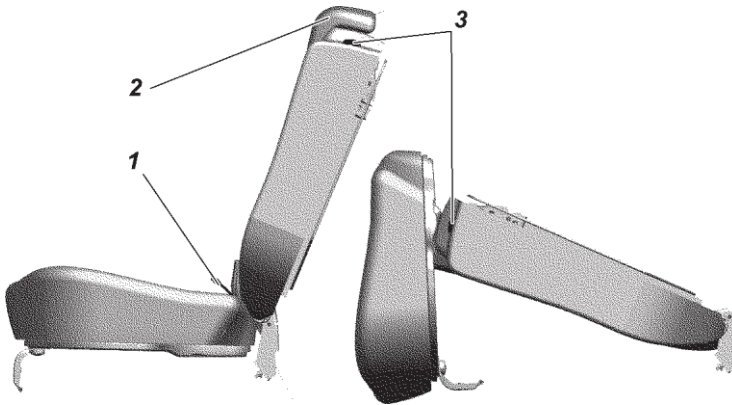

Fig. 3.33. Asiento trasero de tres plazas:
**El asiento trasero de tres plazas** (fig. 3.33) se compone de dos cojines biplaza y monoplaza y dos respaldos monoplaza y biplaza.
- tire del ojal 1 (fig. 3.33) y coloque el cojín en la posición vertical;
- tire de la palanca 3 en dirección de movimiento del vehículo, después de liberar el respaldo, pléguelo como se indica en el esquema del fig. 3.33;